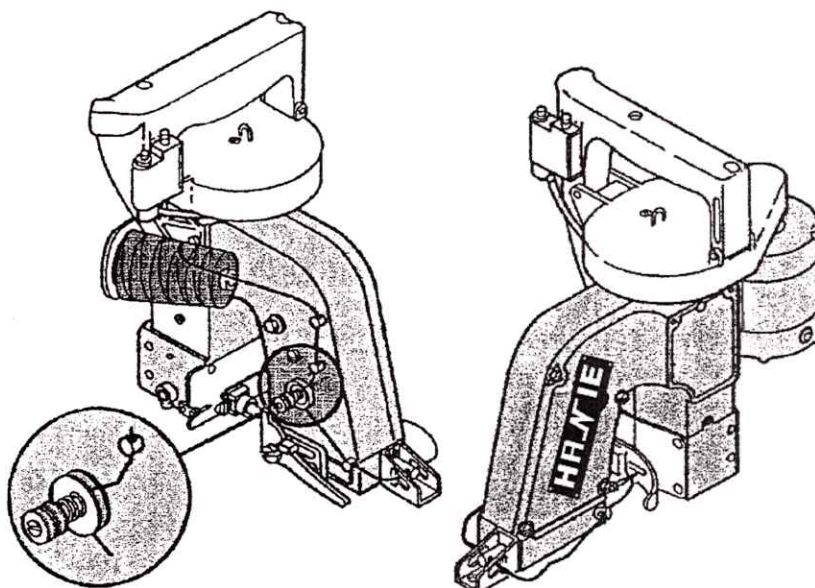

Abb.4
❷ EINFÄDELN UND SPANNEN
- Die Garnrolle muss festsitzen und darf keinesfalls auf dem Fadenträger wackeln. Beachten Sie, dass der Faden unbedingt durch die beiden Fadenscheiben läuft. (siehe Abb. 4)